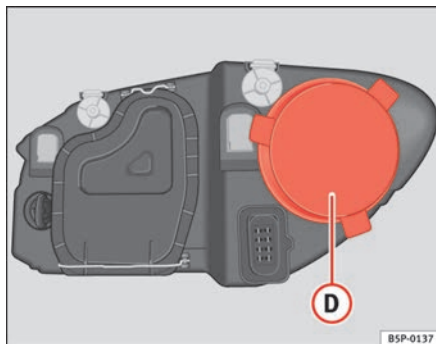

Fig. 186 Luz de población
- Retire la tapa ⇒ fig. 186 ② tirando de la misma.